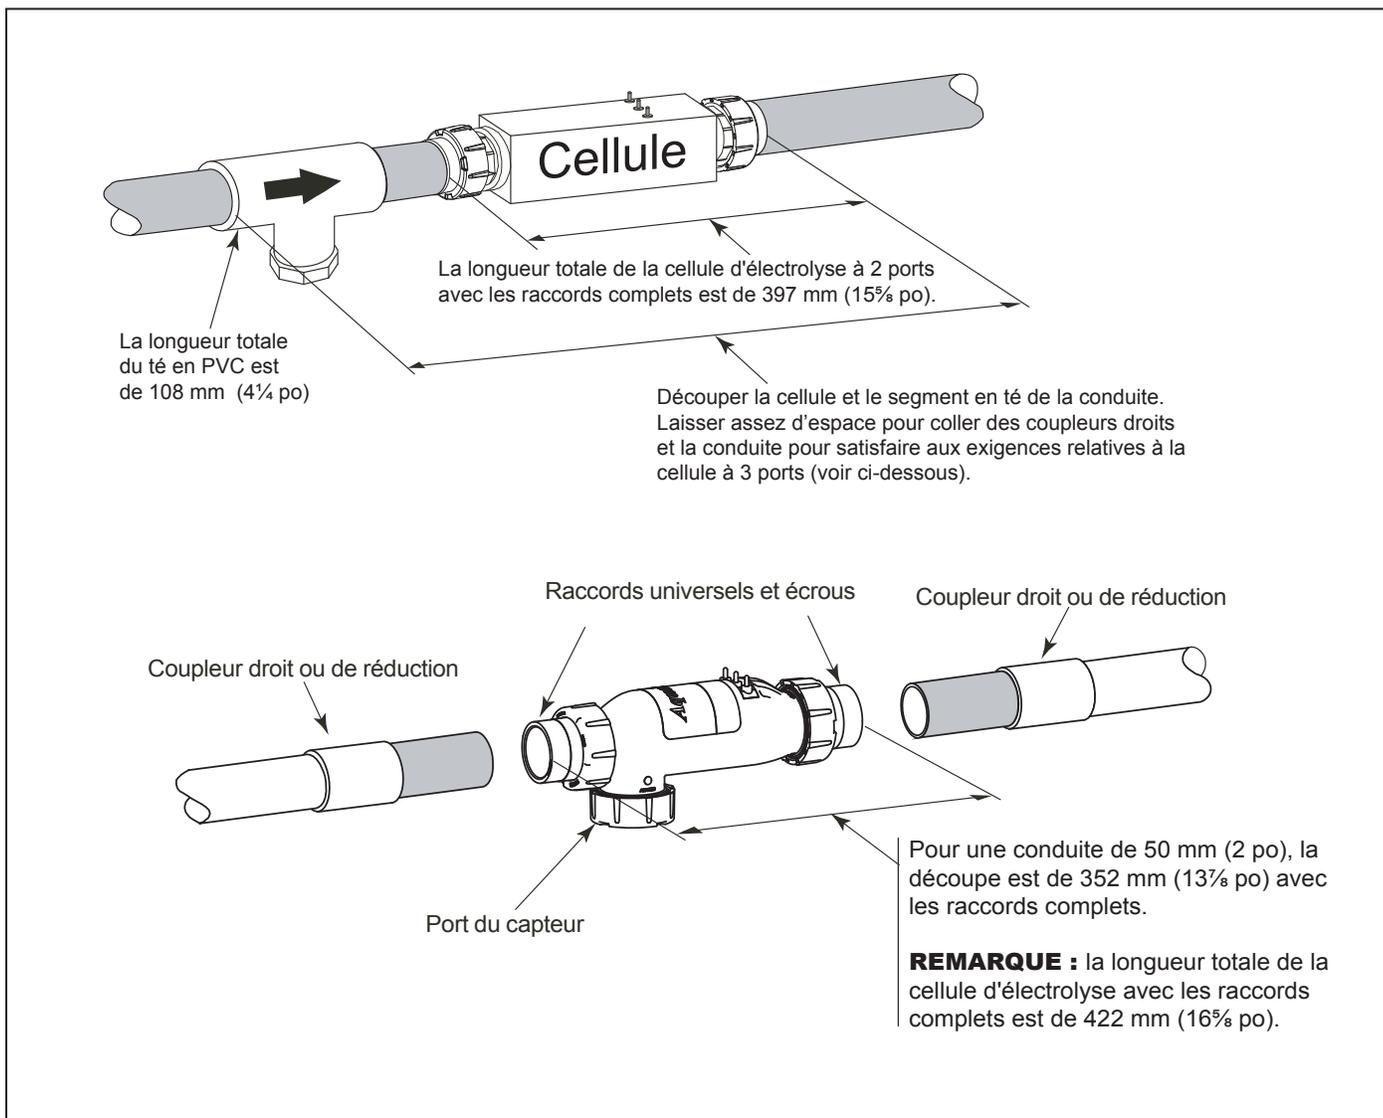

Figure 11. Découpage du conduit (Option 3 – Remplacer la cellule à 2 ports et la tuyauterie et traiter comme une nouvelle installation)
- Découper le segment de conduite qui renferme la cellule, le capteur et les attaches. Coller des coupleurs droits ou un adaptateur de réduction dans les extrémités ouvertes de la conduite. S'assurer de laisser une longueur suffisante pour insérer une nouvelle cellule (Voir Figure 11).